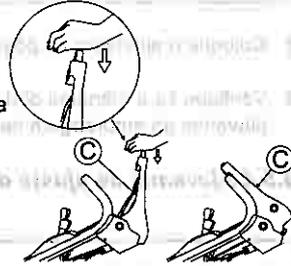

Fig. 17.
- 3 Empurre a alavanca da lâmina (C) para frente pressionando o botão amarelo. (Veja a fig. 17.) Em seguida, a lâmina começará a girar.